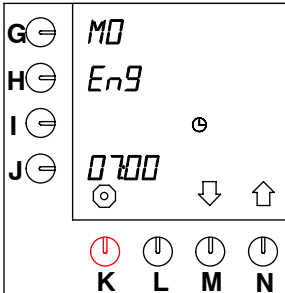

Fig. 42 Impostazione della lingua
- Dopo 10 secondi, sullo schermo, accanto tasto di programmazione, lampeggia l'impostazione standard "EnG" (vedere fig. 42).